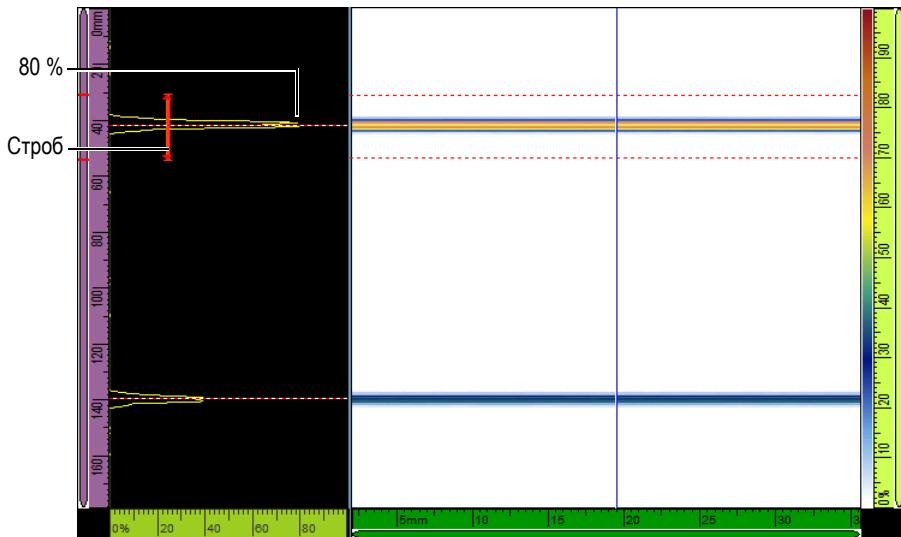

Рис. 5-3 Сигналы от отражателей на линейном скане
- b) Настройте **Усил.** таким образом, чтобы амплитуда первого сигнала находилась приблизительно на уровне 80 % от высоты экрана А-скана (см. Рис. 5-3 на стр. 121).
- c) Настройте параметры **Начало** и **Диапазон**, так чтобы сигналы от обоих отражателей были видимы на А-скане (см. Рис. 5-3 на стр. 121).
- Ведите значения **Начало** и **Ширина** для строба А: первый сигнал должен пересекать строб в середине, и строб должен быть достаточно широким, чтобы сигнал находился в нем полностью (см. Рис. 5-3 на стр. 121).